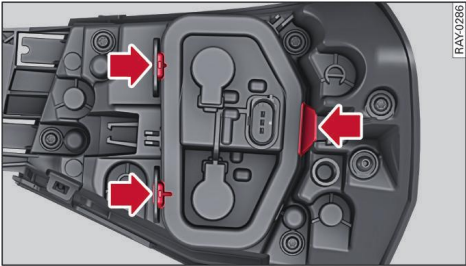

Fig. 218 Grupo óptico trasero: Lengüetas de fijación
- ▶ Presione las lengüetas de fijación en la dirección de la flecha ⇒ fig. 218.